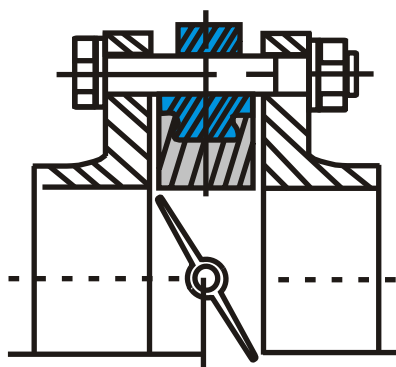

Рис. 4
- Перед началом монтажа диск поворотного затвора необходимо немного приоткрыть, но так, чтобы диск не выходил за корпус затвора (рис. 4).